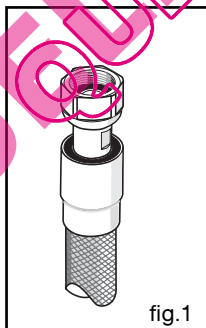

fig.1
Vous devez respecter la cote d'encastrement suivante (fig.1, vue de dessus):
- Enfoncez un tournevis entre la tôle du capot et la trappe puis faites pivoter la trappe (fig. 1).
- Pour les gaz distribués par une canalisation (gaz naturel), le raccordement s'effectue (fig.1) :
- soit par tuyau flexible avec embouts mécaniques filetés (fig. 1).
- Retirez les grilles, les chapeaux et les têtes de tous les brûleurs (fig. 1).